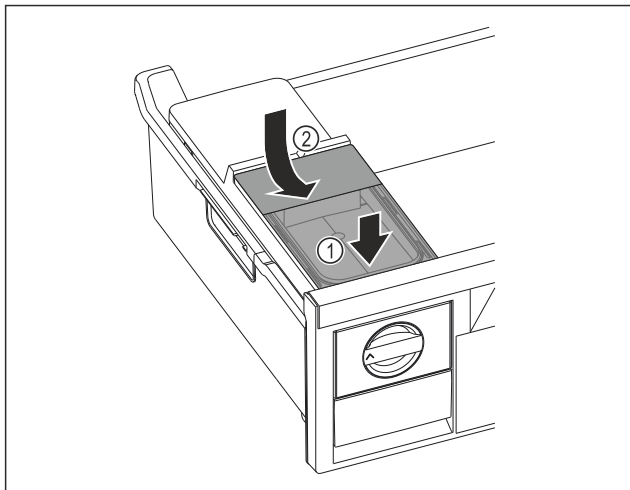

Fig. 127
- ▶ Rezervoar za vodo namestite spredaj. Fig. 127 (1)
- ▶ Zadaj rezervoar za vodo spustite. Fig. 127 (2)